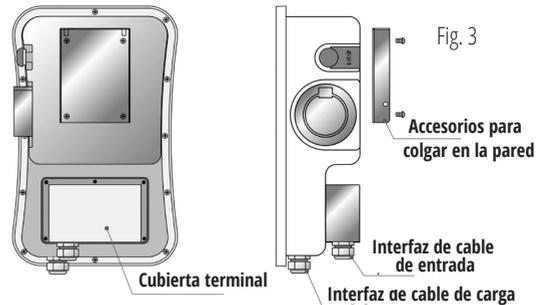

Fig. 3
PASO 2. EL CUERPO DE LA ESTACIÓN DE CARGA. Como muestra la Fig. 3, fije el soporte al cuerpo de la estación de carga con 4 tornillos (M5×8).